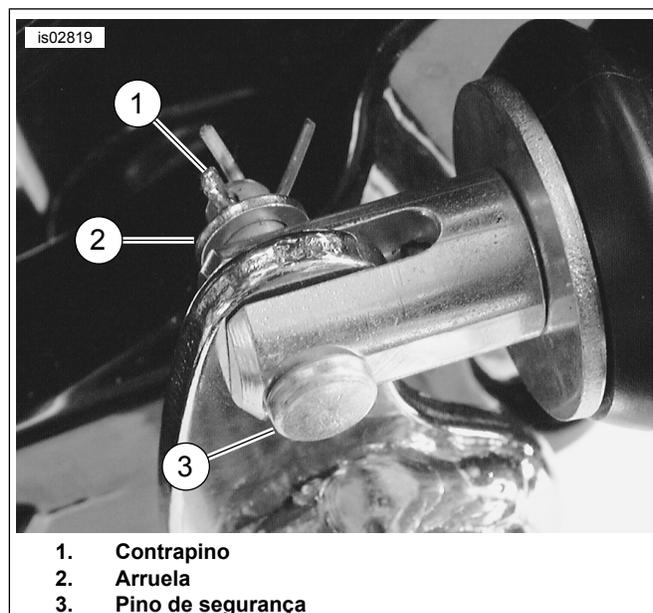

Figura 4. Controle do freio traseiro: Suporte traseiro
9. Veja a Figura 4. Instale o conjunto do cilindro-mestre na alavanca de freio. Instale a arruela (2) e o novo contrapino (1) no pino de segurança (3).